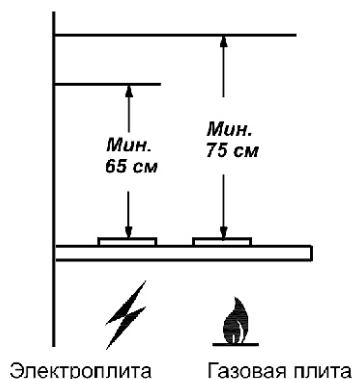

рис. 1
1.2 Вытяжку устанавливайте над плитой, как показано на рис. 1.
- при установке кухонной вытяжки соблюдайте указания п. 1.2 (рис.1);
4.6 Устанавливайте кухонную вытяжку над плитой в соответствии с рис. 1.